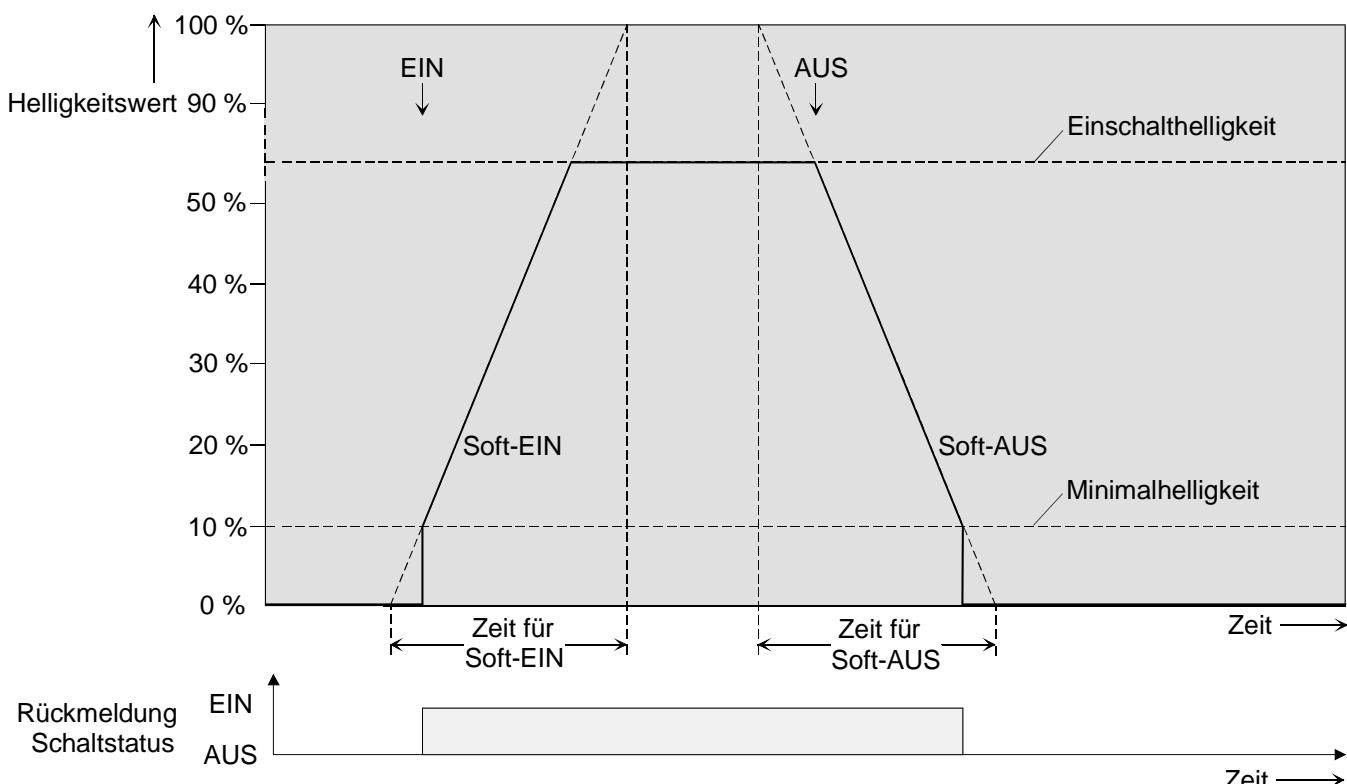

Bild 22: Dimmverhalten der Soft-EIN/AUS-Funktionen
Bei aktivierter Soft-EIN-Funktion wird beim Einschalten ein Dimmvorgang bis zur parametrierten Einschalthelligkeit ausgeführt. Das erfolgt auch dann, wenn die DALI-Gruppe bereits auf einen Helligkeitswert kleiner Einschalthelligkeit eingeschaltet ist. Analog wird bei der Soft-AUS-Funktion beim Empfang eines AUS-Telegramms ein Dimmvorgang auf 0 % Helligkeit ausgeführt (vgl. Bild 22).
- Der Dimmvorgang einer Soft-EIN-Funktion beginnt bei der im ETS Plug-In konfigurierten Minimalhelligkeit. Wenn eine DALI-Gruppe ausgeschaltet ist (Helligkeitswert = 0 %) und eingeschaltet wird, springt die Gruppe die parametrierte Minimalhelligkeit an und beginnt mit dem Soft-EIN-Dimmvorgang auf Einschalthelligkeit (vgl. Bild 22).